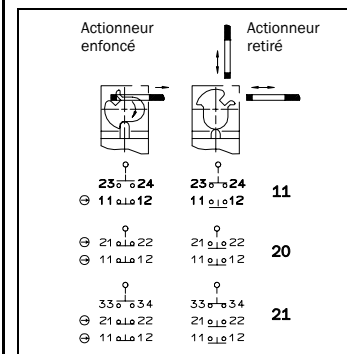

Fig. 5 : Éléments de commutation et fonctions de commutation pour les variantes avec presse-étoupe M16
- Pour le brochage, voir Fig. 5.